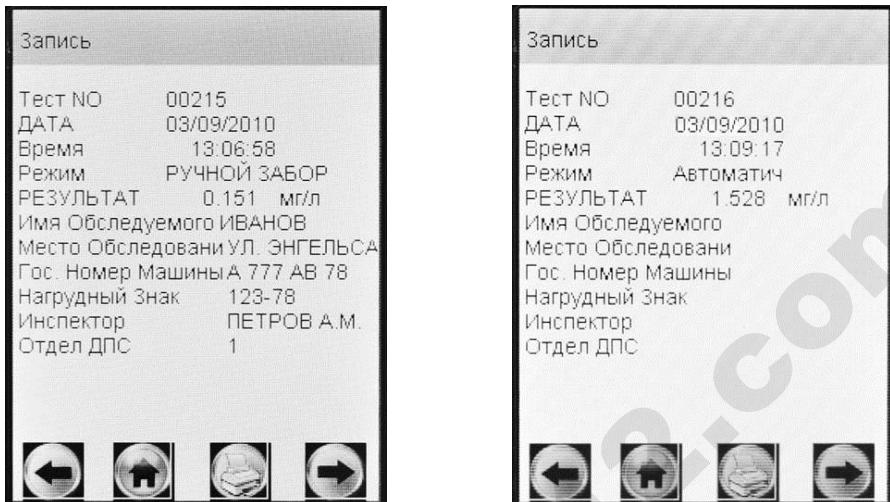
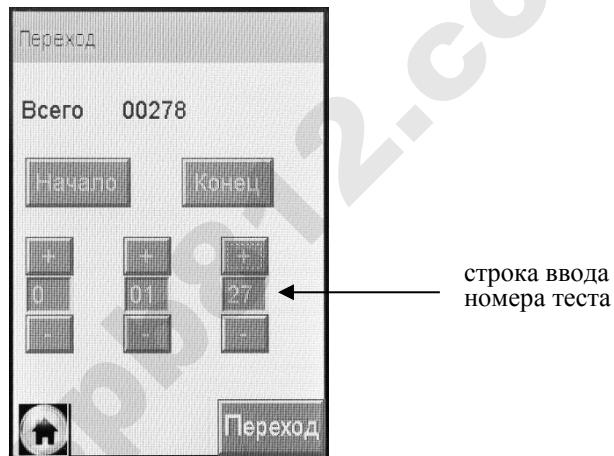

Рисунок 25 – Просмотр памяти
Рисунок 26 – Быстрый переход к требуемому протоколу
На сенсорном экране появится окно «Запись» с протоколом последнего измерения (рисунок 25).
2.12.2 Если измерения производились в режиме измерения с вводом данных, результаты измерения хранятся в памяти совместно с автоматически сохраняемыми данными (дата, время и т.д.) и с данными, введенными в предназначенные для заполнения поля (рисунок 25, слева).
2.12.3 Если измерения производились в режиме измерения без ввода данных, в памяти хранятся только результаты измерения совместно с автоматически сохраняемыми данными (рисунок 25, справа).
– находясь в окне «Запись» (рисунок 25), нажмите на кнопочной клавиатуре анализатора клавишу ; на экране появится окно перехода к требуемому протоколу (рисунок 26);